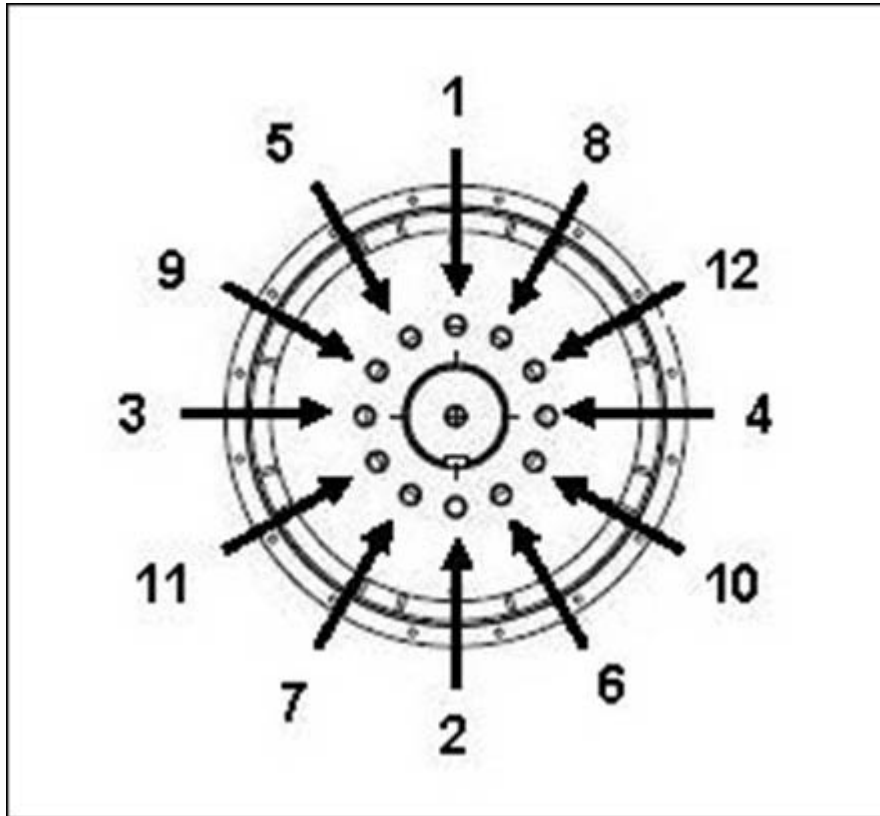

FIGURA 20. SEQUENZA DI FISSAGGIO AL MOZZO
4. Se necessario, serrare i bulloni del disco di accoppiamento nella sequenza indicata in Figura 20 a pagina 40.